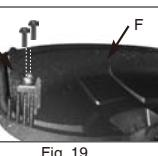

Fig. 19
1. Fjern skærekniven (A) fra skæreudstyrets afskærming (B) (Fig. 19).